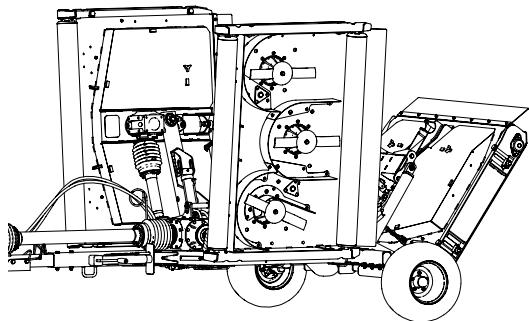

Figura 69
2. Eleve las carcasa del cortacésped y enganche los cierres, apague el motor y retire la llave (Figura 69).